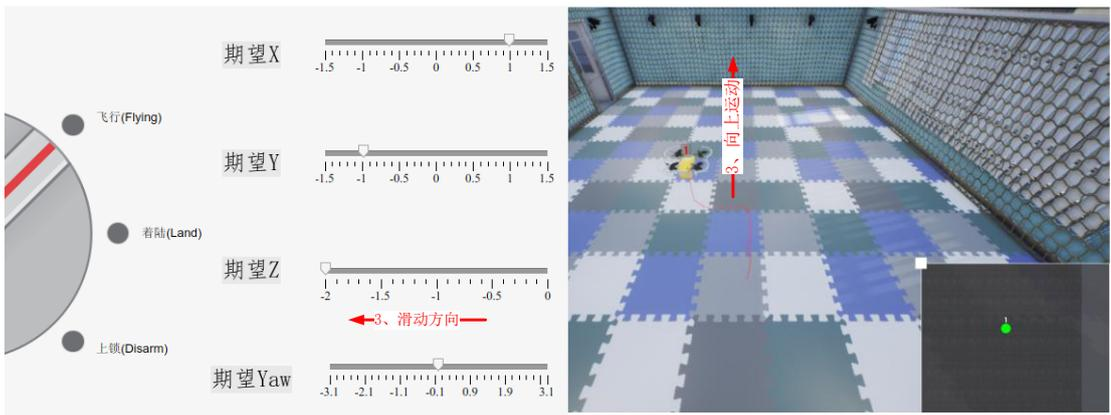

图 27 滑动滑杆期望 Z 无人机沿 Z 轴飞行
(4) 如图 27 所示，滑动设置期望 Z 的滑杆至大约-2m 处。可通过鼠标左键在滑杆-2m 处单击实现滑动，可在 RflySim3D 中观察到飞机向上运动。